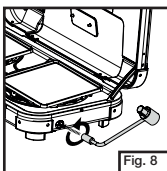

Fig. 8
- Vissez le détendeur au réchaud, à la main. (Fig. 8)
- Débouchez la bouteille de propane et vissez la bouteille au détendeur, à la main. (Fig. 8)